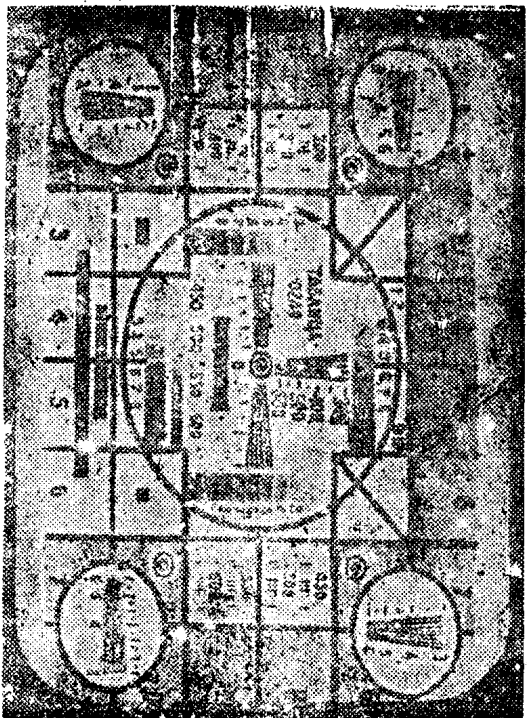

Рис. 6
2. Изображение сжато или растянуто в вертикальном направлении (рис. 6).